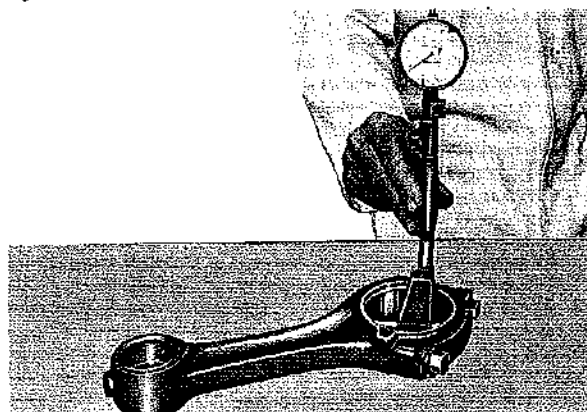

Fig. 21
- Misurare con comparatore (Fig. 21) due diametri perpendicolari a tre diverse altezze. Il diametro è $85,572 \div 85,597$ mm. Per valori superiori di 0,02 mm. sostituire le bielle.